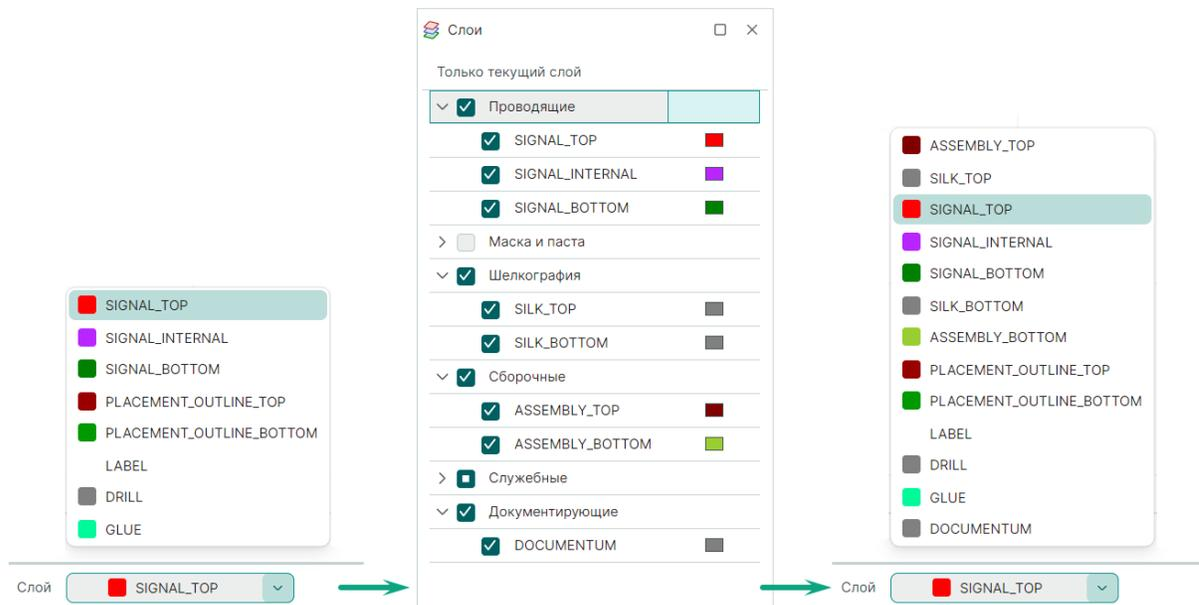

Рис. 116 Активация слоя
1. Выберите текущим один из слоев классов «SILK» («Шелкография»), «ASSEMBLY» («Сборочные») или «DOCUMENTUM» («Документирующие»), на котором необходимо разместить атрибут. Если данные слои не отображаются в выпадающем списке «Слои», то нужно активировать их в функциональной панели «Слои», см. Рис. 116.